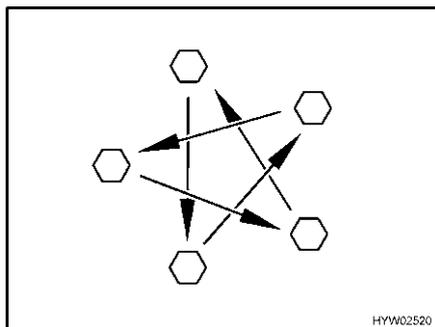

Fig. 277 Serrare a croce i dadi o i bulloni delle ruote
- Controllare regolarmente il serraggio dei dadi o dei bulloni. Regolare a croce (Fig. 277) il serraggio dei dadi o dei bulloni di una ruota sostituita dopo circa 50 km.
- ▷ Serrare a croce i dadi o i bulloni delle ruote (Fig. 277).